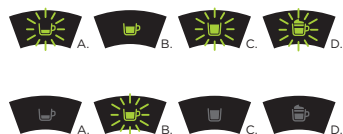

Fig. 17: Programação do botão de extracção café longo.
- De seguida, deverá premir o botão de extracção de café longo até os indicadores luminosos dos botões de extracção de café expresso, tisana e bebida de leite começarem a piscar. Premir o botão de extracção de café longo (ver **Fig. 17**). Os indicadores luminosos dos botões de extracção de café expresso, tisana e bebida de leite desligam-se.